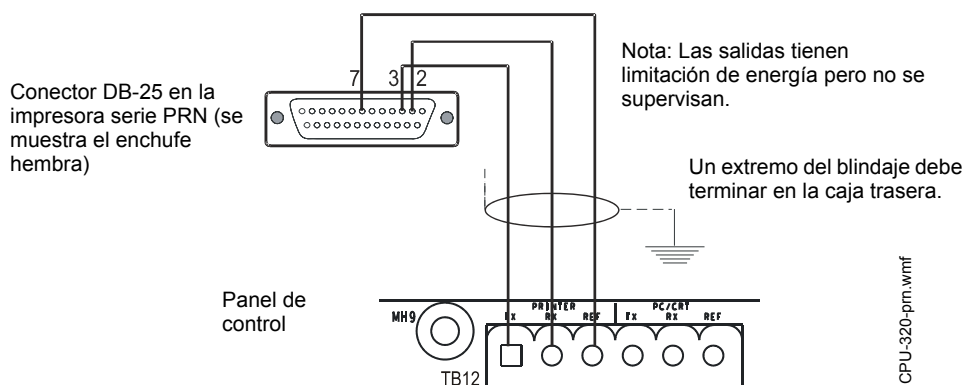

Figura 3.15 Conexiones de la impresora remota
1. Conecte los tres (3) hilos abiertos del cable hecho a medida al bloque de terminales TB12 en el panel de control como se muestra en la Figura 3.15.